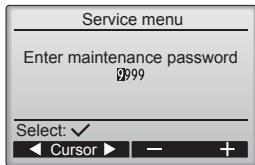

Fig. 7-3
- ① Wählen Sie „Service“ im Hauptmenü und drücken Sie die -Taste.
- ② Bei der Auswahl des Service-Menüs wird ein Fenster geöffnet, das zur Passwordeingabe auffordert. (Fig. 7-3)